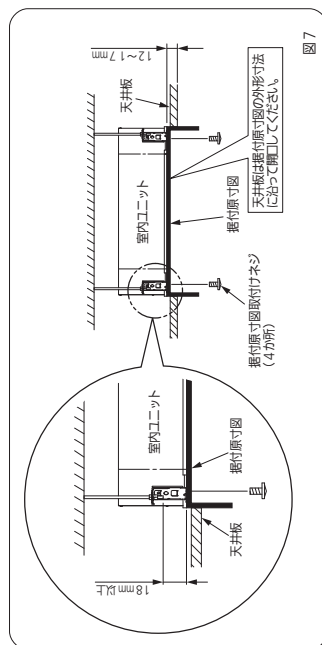

図7
2. 吊りボルトの長さとは、下図（図7）のように本体下面から18mm以上隙間があくようにしてください。